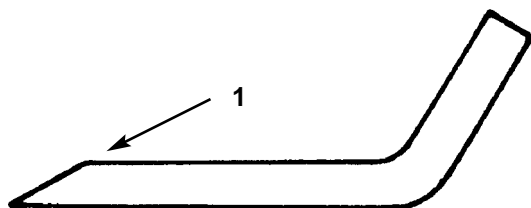

Fig. 36
1. Utilizzate una lima per affilare il tagliente da ambo le estremità della lama (Fig. 36). Mantenete l'angolo originale. La lama mantiene il bilanciamento se lo stesso quantitativo di materiale viene asportato da entrambi i taglienti.